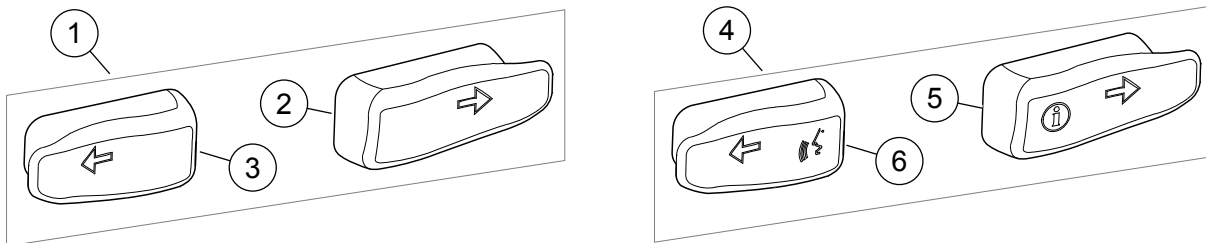

Figura 3. Kits da tampa de extensão do interruptor do pisca
Veja Figura 3 e Tabela 1.
2. Veja Figura 3. Selecione a tampa de extensão correta do interruptor do pisca do kit.